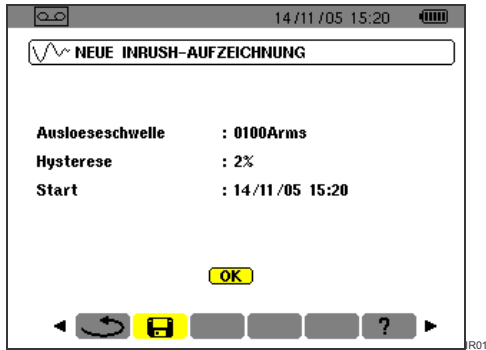

Abbildung 59: Parametrierung der Inrush Aufnahme
1. Kehren Sie von der Seite *Neue Inrush Aufnahme* (Abbildung 59) durch Druck auf ← zur Seite *Inrush Modus* zurück.